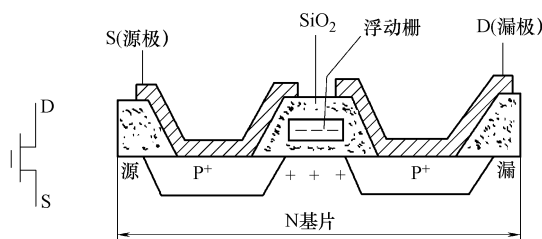

图 16-38 浮动栅雪崩注入 MOS 管结构示意图
2) 基本存储单元。EPROM 的基本存储单元采用 FAMOS 管，FAMOS 是英文 Floating gate Avalanche injection MOS 的缩写，这种 MOS 管称为浮动栅雪崩注入 MOS 管，如图 16-38 所示是这种 MOS 管的结构示意图。